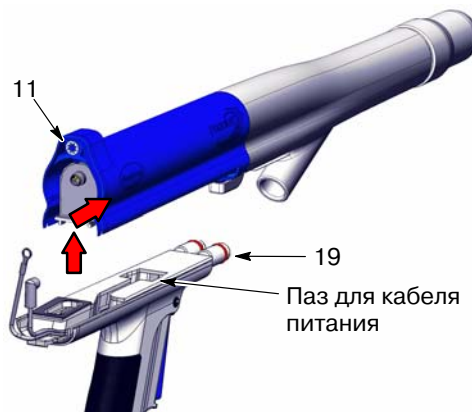

Рис. 19 Отсоединение корпуса распылителя от рукоятки
- См. рис. 19. Приподняв заднюю часть корпуса распылителя (11), отсоединить его от рукоятки, а затем, сдвинув вперед, снять корпус с рукоятки (19).